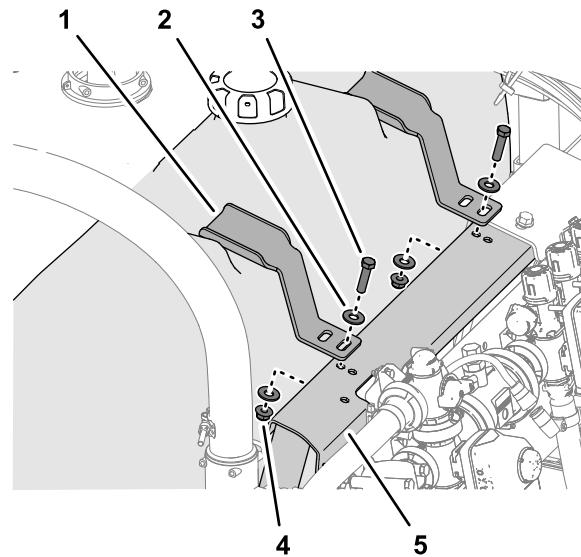

Figure 16
- Placez le dispositif de maintien en face du creux au sommet du réservoir de rinçage (Figure 16)
- Alignez la fente de la patte de maintien et le trou du support de vanne (Figure 16).
- Figure 16 Fixez légèrement la patte de maintien au support à l'aide d'un boulon (3/8 x 1 1/2"), de 2 rondelles (3/8") et d'un contre-écrou à embase (3/8"). Dépose du réservoir de rinçage \(page 6\)
- Répétez les opérations 1 à 3 pour l'autre patte de maintien sur l'autre creux du réservoir de rinçage (Figure 16).